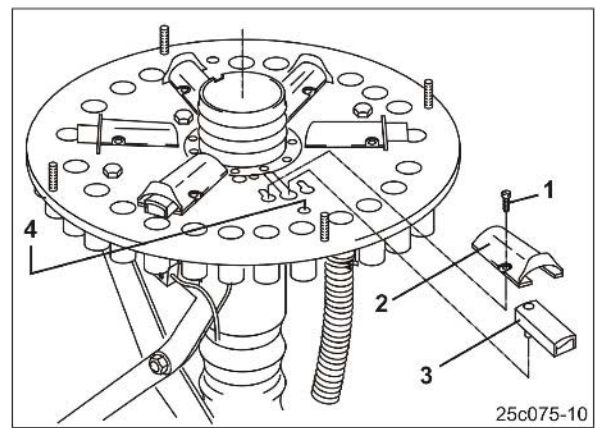

Fig. 128
Die Schieber (Fig. 128/2) bei Nichtgebrauch deaktivieren. Deaktivierte Schieber verschließen die Zuläufe zu den Fahrgassenscharen nicht.
5. Schrauben (Fig. 128/1) lösen.
6. Schiebertunnel (Fig. 128/2) entfernen.
7. Der Schieber (Fig. 128/3) steckt, wie dargestellt, in der Führung.
8. Schieber (Fig. 128/3) umdrehen und in die Bohrung (Fig. 128/4) stecken.
9. Schiebertunnel (Fig. 128/2) auf der Grundplatte anschrauben.